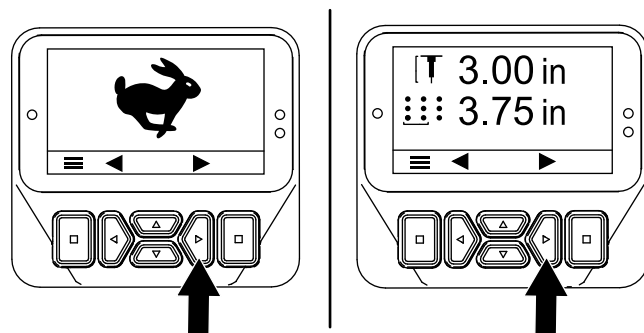
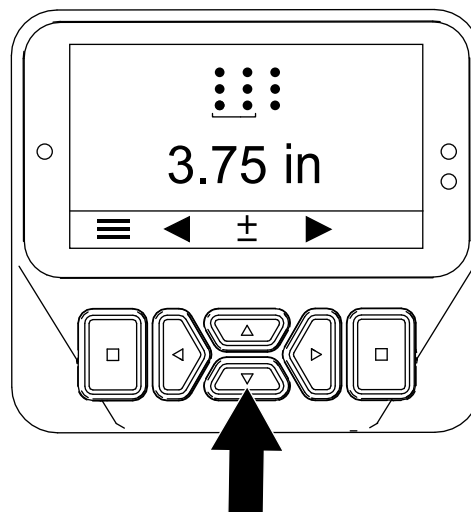

Figura 53
Figura 54
3. Pulse el botón derecho hasta que aparezca la pantalla Ajuste del espaciado de las perforaciones (Figura 53 y Figura 54).
4. Ajuste el espaciado de las perforaciones (Figura 54) como se indica a continuación: